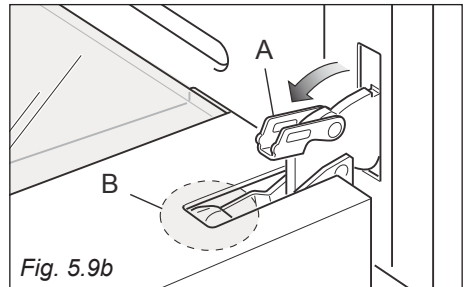
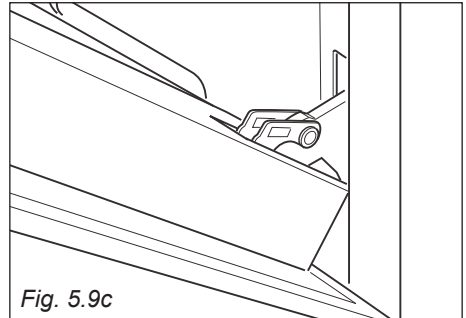

Fig. 5.9b
Fig. 5.9c
- Aprire completamente la leva "A" delle cerniere destra e sinistra (fig. 5.9b).
- Socchiudere dolcemente la porta (fig. 5.9c) fino a quando le leve "A" delle cerniere destra e sinistra si agganciano alla parte "B" della porta (fig. 5.9b).
- Assicurarsi che la porta sia bloccata aperta (fig. 5.9b).
- Verificare che i 4 distanziatori "D" siano nella loro posizione (fig. 5.9b).